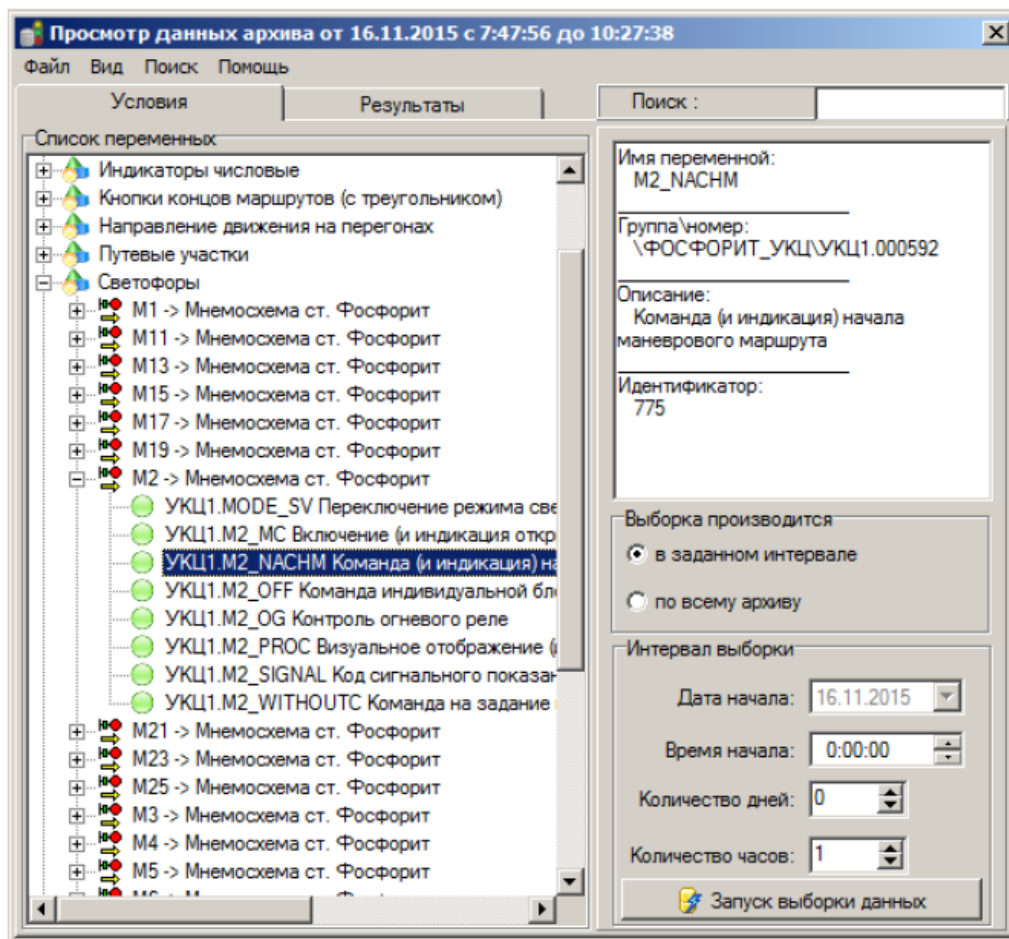

Рисунок 9. Выбор списка переменных.
7.1.9 Во вкладке «Условия» в поле «Список переменных» необходимо выбрать из иерархического списка переменную, для которой будет делаться выборка из архива данных. Список имеет три уровня иерархии: «Название группы объектов – Подгруппы объектов с указанием вкладки размещения – Название переменной» с описанием. При выборе переменной в правой части окна отображается дополнительная информация: имя переменной, ее группа и номер, описание и идентификатор. Выборка может производиться или в заданном интервале или по всему архиву – это устанавливается в поле «Выборка производится». В поле «Интервал выборки» задается требуемый временной интервал. После выбора переменной и задания необходимых условий нужно нажать кнопку «Запуск выборки данных» (Рисунок 9).